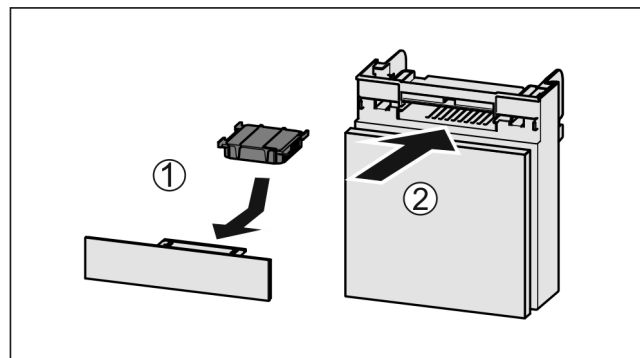

Fig. 108
- ▶ Aktivkohlefilter nach Abbildung einsetzen Fig. 108 (1).
- ▶ Fach einschieben Fig. 108 (2).